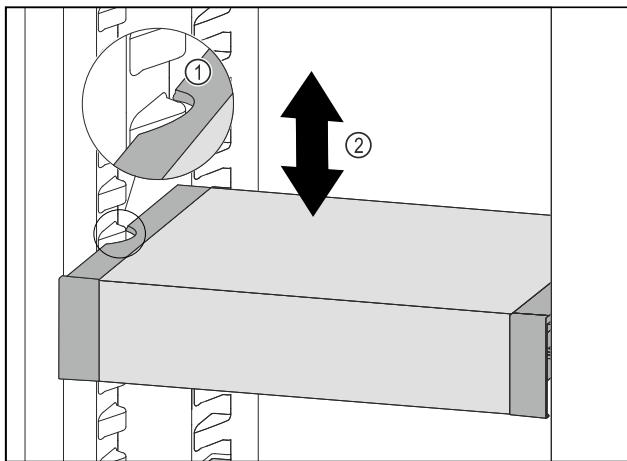

Fig. 75
- Тяните VarioSafe вперед, пока боковые выемки VarioSafe не окажутся на высоте выступа резервуара в холодильном отделении. *Fig. 75 (1)*
- Двигайте VarioSafe в холодильном отделении вверх или вниз, пока не будет достигнута требуемая высота. *Fig. 75 (2)*